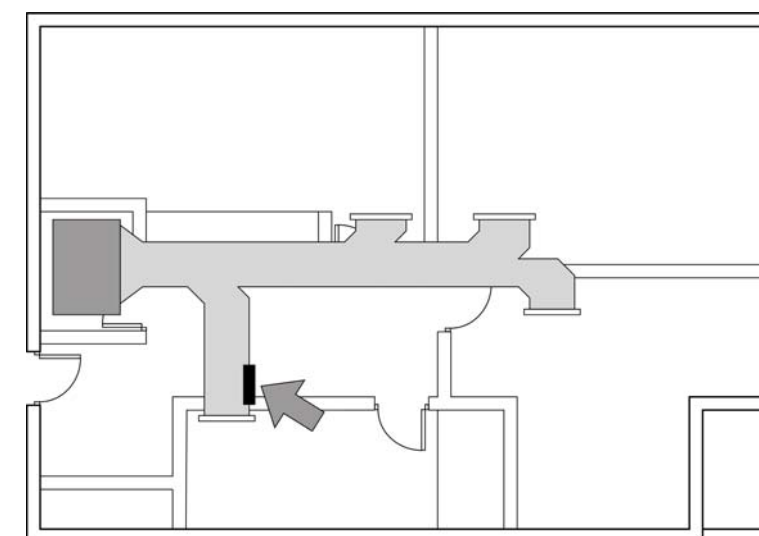

Fig. 8
- 4) En caso de, una vez realizados todos los ajustes pertinentes y quede una zona con velocidad de impulsión por encima del rango, se recomienda la utilización de una compuerta de seguridad para aliviar dicha velocidad. Este habrá de instalarse en las salidas con mayor velocidad de impulsión (Ver Fig. 8).
- 4) In case of having adjustment finished, there remains an outlet that is not within the acceptable airflow speed range, the usage of a Security Bypass Damper is required. It should be installed on this outlet (See Fig. 8).
- 4) Dans le cas où, une fois tous les réglages effectués, la vitesse de soufflage d'une zone reste supérieure à la limite préconisée, il est recommandé d'utiliser un registre de sécurité pour diminuer cette vitesse. Celui-ci devra s'installer au niveau des bouches présentant les vitesses de soufflage les plus élevées (Voir Fig. 8).
- 4) Nel caso in cui, una volta realizzata l'equilibratura sussista una zona con velocità in uscita troppo elevate, si raccomanda l'installazione di una serranda di sovrappressione (Vedere Fig. 8).